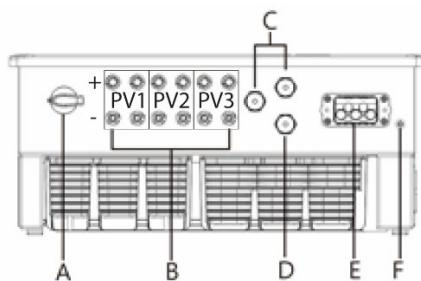

Fig. 8.2: Partea de racord: Legendă
- 2 Introduceți conectorul CC în pereche în fișă de conexiune CC-plus și CC-minus (a se vedea fig. 8.2.).